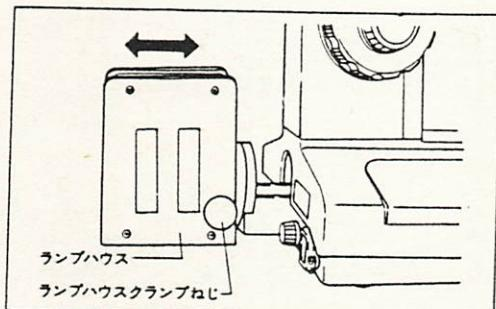

図4
7) 開口絞りを閉じて、ランプハウスクランプねじを緩めて、ランプハウスを前後させ(図4)、開口絞り面にフィラメント像を結像させます。結像の状態は、NDフィルタからの反射で開口絞り面を見ながら行います。